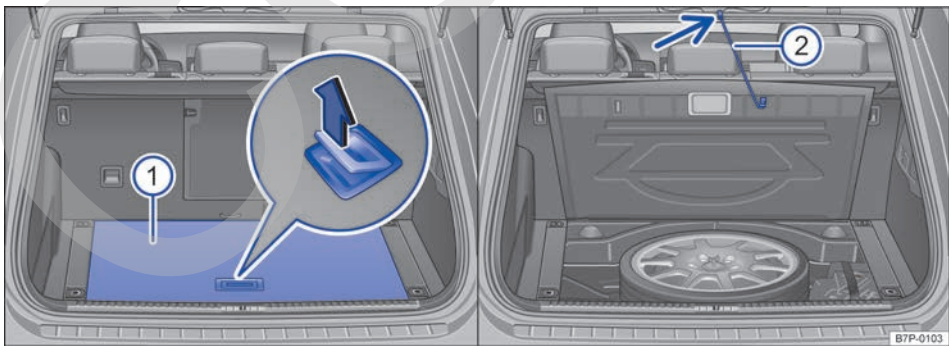
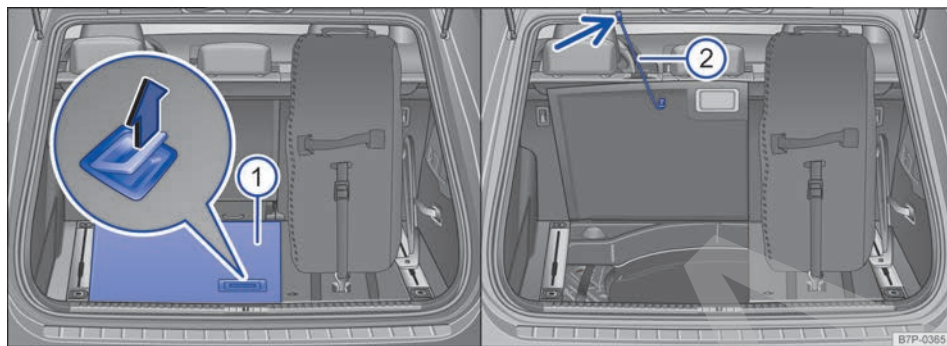

Fig. 219 En el maletero de vehículos con una rueda de repuesto distinta a las montadas: levantar el piso del maletero y fijarlo con la cinta. ▶
Fig. 220 En el maletero de vehículos con una rueda de repuesto igual a las montadas: levantar el piso del maletero y fijarlo con la cinta.
- Tire del asidero → fig. 219 o → fig. 220 (imagen ampliada izquierda) del piso del maletero ① en el sentido de la flecha y levante el piso.
- Desenganche la cinta de sujeción → fig. 219 o → fig. 220 ② de debajo del piso del maletero y engánchela en el borde superior del maletero (flecha).
- Desenganche la cinta de sujeción → fig. 219 o → fig. 220 ② del borde superior del maletero (flecha).
- Enganche la cinta de sujeción → fig. 219 o → fig. 220 ② debajo del piso del maletero ① y baje el piso.